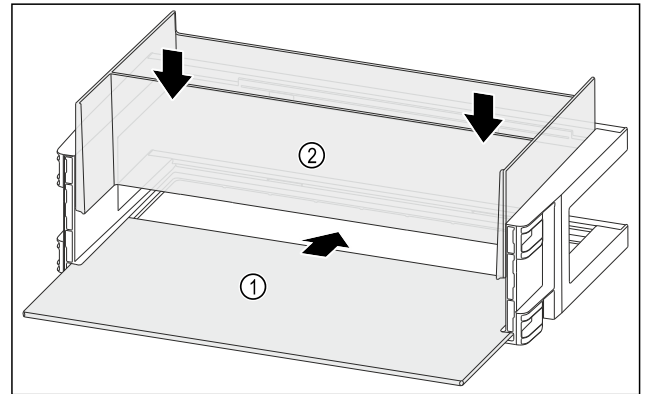

Fig. 114
- ▶ Abstellfläche Fig. 114 (1) in die seitlichen Aussparungen einschieben.
- ▶ Organizer Fig. 114 (2) einsetzen.